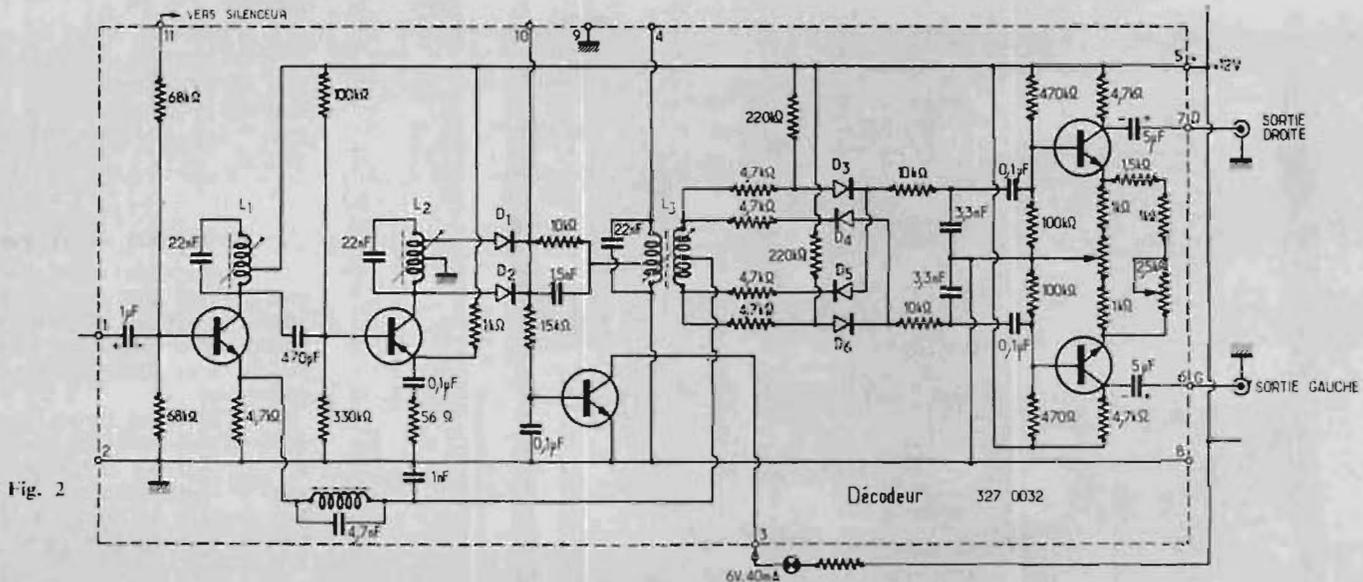

Fig. 2
- Le décodeur stéréophonique (Fig. 2).